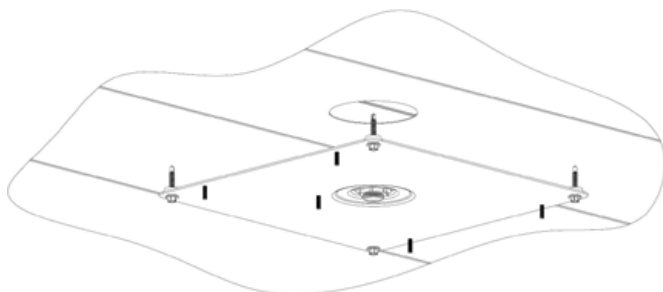

Figura 2
1. Fije la placa posterior al techo usando los tornillos para el techo que son proporcionados, como en la figura 2.